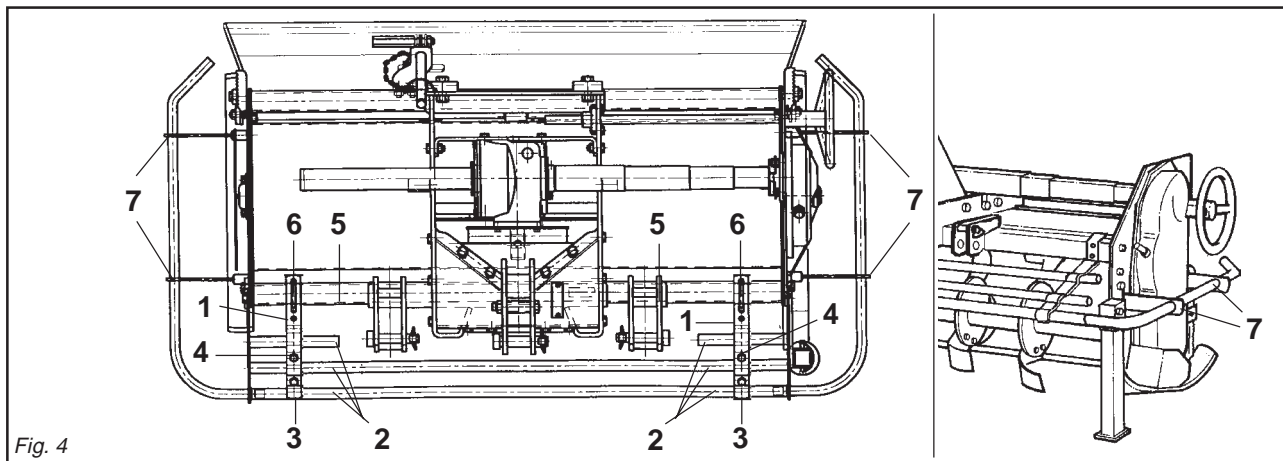

Fig. 4
- Il gruppo delle protezioni, composto dall'attacco (1 Fig. 4) che fa da fermo per i tubi (2 Fig. 4) bloccati dalla staffa (3 Fig. 4) e dalle viti (4 Fig. 4), è fissato al tubo quadro anteriore (5 Fig. 4) mediante i cavallotti (6 Fig. 4), e va posizionato uno a destra e uno a sinistra il più esternamente possibili.
- Lateralmente, su entrambe le fiancate, vanno fissate tramite le viti delle protezioni sagomate (7 Fig. 4).
- The protection unit, consisting of the coupling (1 Fig. 4) that acts as a clamp for the pipes (2 Fig. 4) locked by the bracket (3 Fig. 4) and by the screws (4 Fig. 4), is fixed to the square front pipe (5 Fig. 4) by the U-bolts (6 Fig. 4) and should be positioned as far outwards as possible, one on the right and the other on the left.
- The shaped protections should be fixed laterally with screws to both the sides (7 Fig. 4).
- Die Gruppe der Schutzvorrichtungen, die sich aus dem Anschluß (1 Abb. 4), der zur Arretierung für die Rohre (2 Abb. 4) dient, die durch den Bügel (3 Abb. 4) blockiert werden, und den Schrauben (4 Abb. 4) zusammensetzt, wird am vorderen Vierkantrohr (5 Abb. 4) mit den U-Bolzen (6 Abb. 4) befestigt. Eine davon ist rechts und eine links, so weit wie möglich außen anzubringen.
- Seitlich auf den beiden Seitenteilen sind die geformten Schutzteile (7 Abb. 4) mit Schrauben zu befestigen.
- Le groupe des protections, comprenant l'attelage (1 Fig. 4) qui sert de butée pour les tubes (2 Fig. 4) bloqués par la bride (3 Fig. 4) et par les vis (4 Fig. 4), est fixé au tube carré avant (5 Fig. 4) par des crampons (6 Fig. 4). Positionner une protection à droite et une à gauche, le plus possible à l'extérieur.
- Les protections galbées doivent être fixées latéralement, des deux côtés avec les vis des protections (7 Fig. 4).
- El grupo de las protecciones, compuesto por la conexión (1 Fig. 4) que funciona como bloqueo de los tubos (2 Fig. 4) bloqueados a su vez por el soporte (3 Fig. 4) y por los tornillos (4 Fig. 4), está fijado en el tubo cuadrado anterior (5 Fig. 4) mediante los pernos de U (6 Fig. 4) y debe ser emplazado uno a la derecha y uno a la izquierda lo más externamente posible.
- Lateralmente, sobre ambos lados, debemos fijar mediante los tornillos las protecciones molduradas (7 Fig. 4).